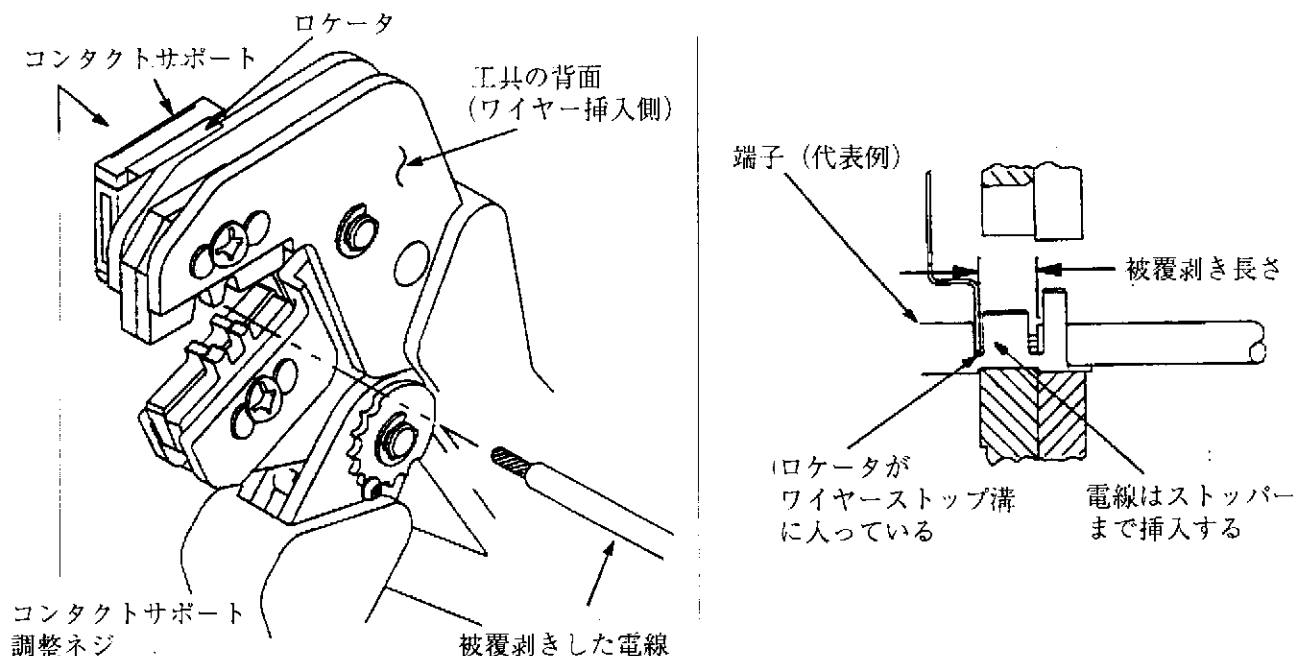

Fig. 3
4. コンタクトサポートの調整 (Fig. 3)
Fig. 1 を参照し、使用する電線の電線サイズ、被覆外径を選択して下さい。また、Fig. 1 に示された長さに従って電線を被覆剥き（ストリップ）して下さい。この際電線に傷を付けたり心線を切らないように注意して下さい。適用する端子を選び、工具に刻印されたマークに従って正しい圧着位置を決定します。Fig. 3 を参照し、以下の手順で圧着して下さい。
3. 端子の位置決めをします。勘合側がロケータ側に来て、バレルの”U”字が上を向くようにして端子をアンピルの上に置きます。Fig. 3 を参照して下さい。ロケータがワイヤバレルの先端に当たるようにします。
- 被覆剥きした電線を端子のバレル部に挿入します。Fig. 3 に示す様にストッパーに当たるまで挿入して下さい。